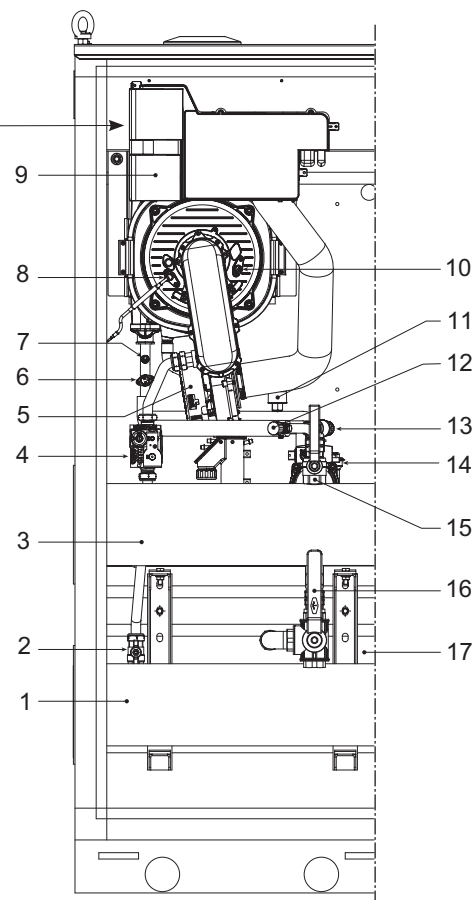

Fig. 3
1.6 TECHNICAL DATA PLATE (fig. 3/a)